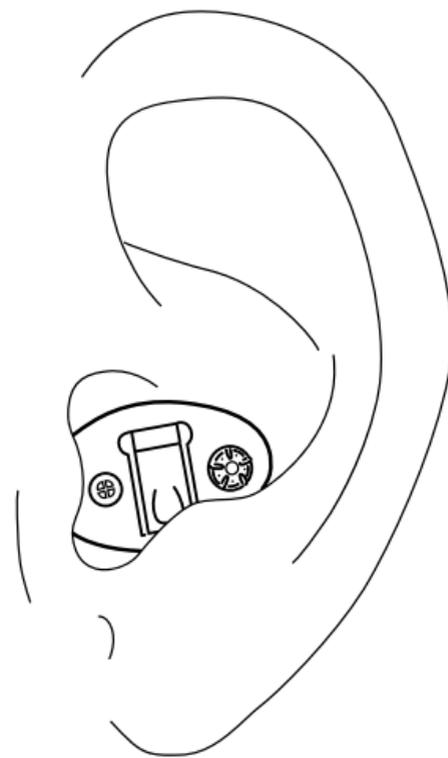

Рис. 1.8
5. Правильное расположение беруши в ухе см. на рис. 1.8.